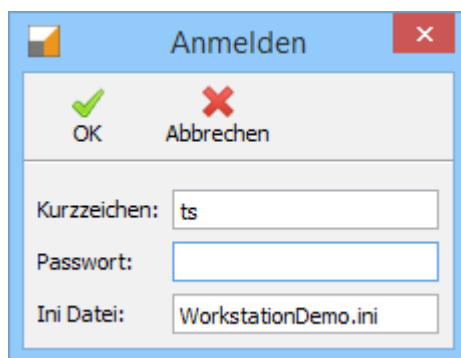

Abbildung 2.1.2: Anmelden
2. Melden Sie sich als Benutzer mit dem Kurzzeichen **ts** ohne Passwort an (Abbildung 2.1.2).
3. Betätigen Sie die Schaltfläche **Ok** (Abbildung 2.1.2).